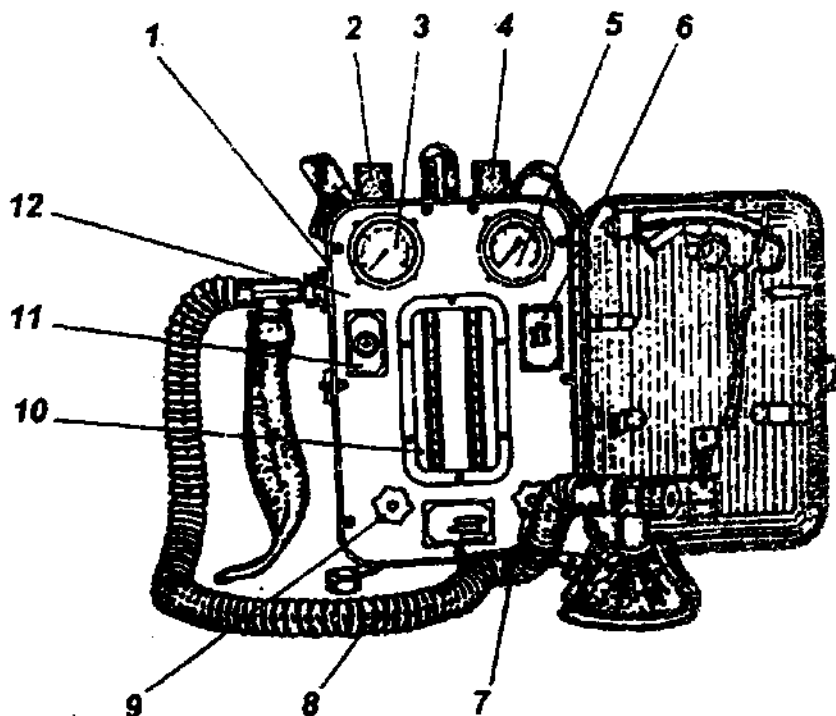

Рис.1. Наркозный аппарат АН-8.
2. Соединить шланг 8 (см. рис. 1) посредством байонетного замка с выходным ниппелем аппарата, предварительно соединив клапанную коробку с маской, а тройник – с мешком.
4.1. Наркозный аппарат АН-8 состоит из следующих основных узлов (рис.1): панели управления 12, футляра 1, баллона 2 для кислорода и баллона 4 для закиси азота, шланга 8 и комплекта принадлежностей.
4.7. Футляр 1 (рис. 1) аппарата состоит из корпуса и крышки.